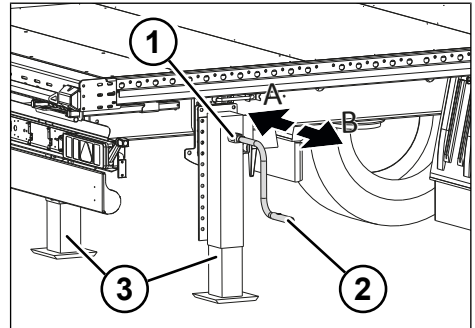

Abb. 5-6: Lastgang und Schnellgang der Heckstütze
- ▶ Schnellgang durch Herausziehen der Handkurbel einschalten (siehe "Abb. 5-6: Lastgang und Schnellgang der Heckstütze", S. 31).
- ▶ Lastgang durch Hineindrücken der Handkurbel einschalten (siehe "Abb. 5-6: Lastgang und Schnellgang der Heckstütze", S. 31).
- ▶ Lastgang durch Hineindrücken der Handkurbel einstellen (siehe "Abb. 5-6: Lastgang und Schnellgang der Heckstütze", S. 31).
- ▶ Schnellgang durch Herausziehen der Handkurbel einstellen (siehe "Abb. 5-6: Lastgang und Schnellgang der Heckstütze", S. 31).